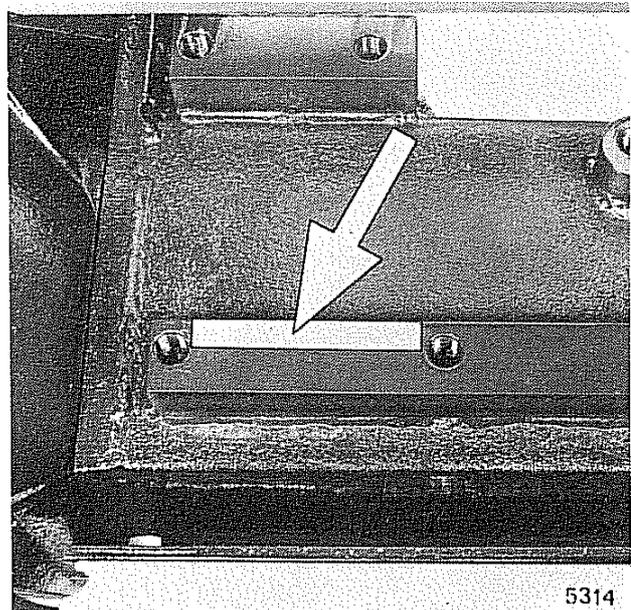

Fig. 48 - Identificazione trattrice
N.B. – La sigla del modello, la serie e il numero della trattrice si trovano stampigliati sull'apposita targhetta metallica oppure nel punto indicato dalla freccia in fig. 48.